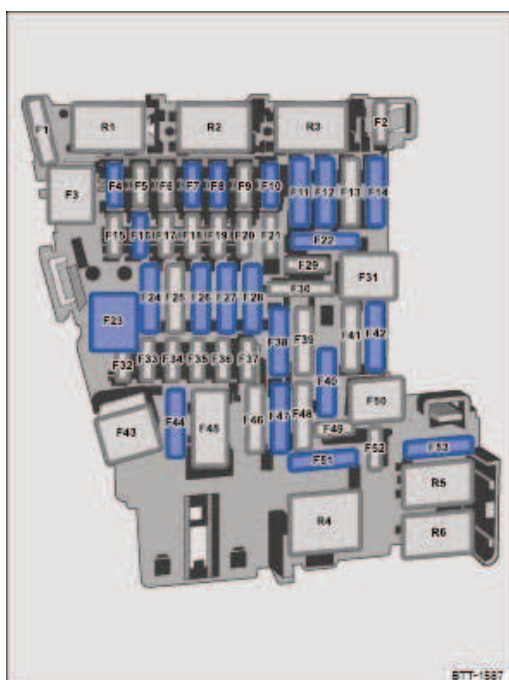

Fig. 193 Dans le tableau de bord : affectation des fusibles
Emplacement → Fig. 193
1) Respectez la position de montage. Emplacement des fusibles de première monte, comme indiqué sur la figure → Fig. 193